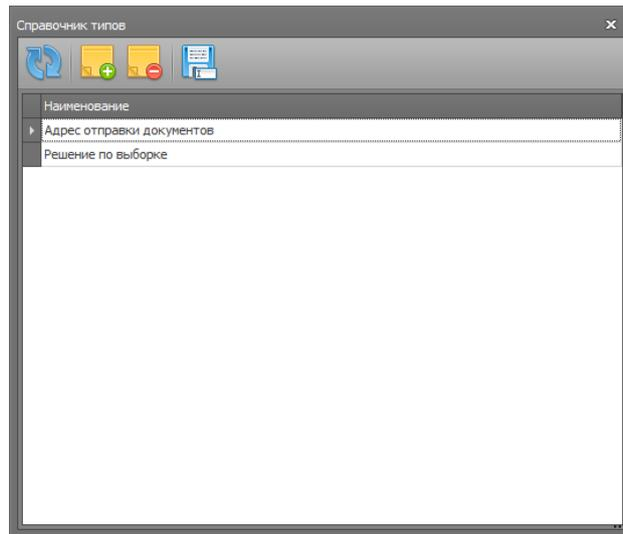

Рисунок 56
- Создайте необходимый тип, в открывшемся диалоговом окне - **Справочник типов (рис.56)**, пользуясь кнопками панели управления.